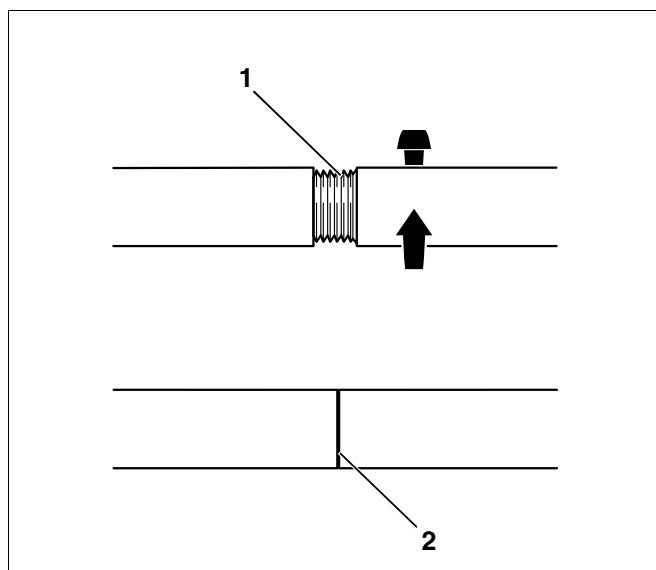

Рис. 15 Резьбовое соединение стяжных штанг
- Проверяйте штанги перед каждым применением и, при необходимости, подтягивайте их (рис. 15, поз. 2). При правильном соединении штанги полностью скручены, и резьбы не видно.